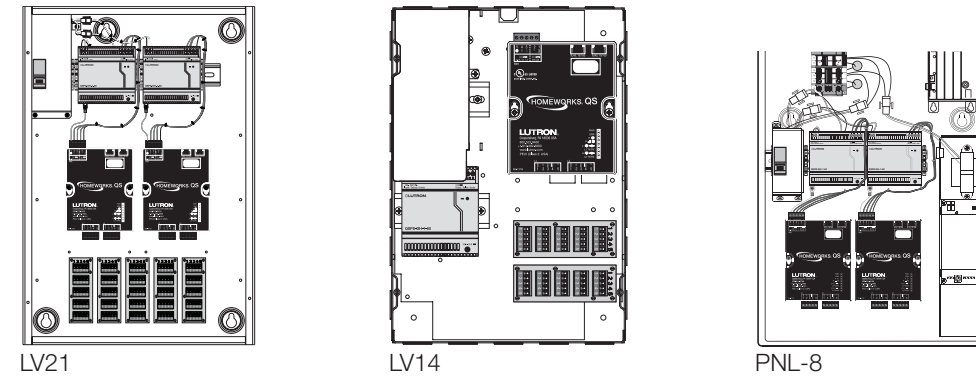

Figura 2 – Cableado para el suministro eléctrico
- 2. Conecte a la energía:** El procesador recibe energía de una fuente de alimentación QSPS-DH-1-60. Conecte el arnés de esta fuente al conector de energía del procesador (vea la **Figura 2**). Este arnés tiene 4 conductores, 1 negro y 3 rojos. El cable negro se conecta al pin 1 (COM) y uno de los cables rojos se conecta al pin 2 (P) para alimentar el procesador. Los otros dos cables pueden conectarse a los pines 3 y 4 (L1 y L2) dependiendo de si los enlaces configurables, L1 y L2, requieren alimentación. Consulte el software de HomeWorks® QS para determinar los requisitos de energía del enlace.
- 3. Conecte el cable de tierra del procesador:** Conecte el extremo sin revestimiento del cable de tierra (incluido) a la terminal 5 (⊕) del conector de energía. Conecte el extremo del cable con terminal plano al panel usando el tornillo dentado proporcionado, como se muestra en la **Figura 2**.